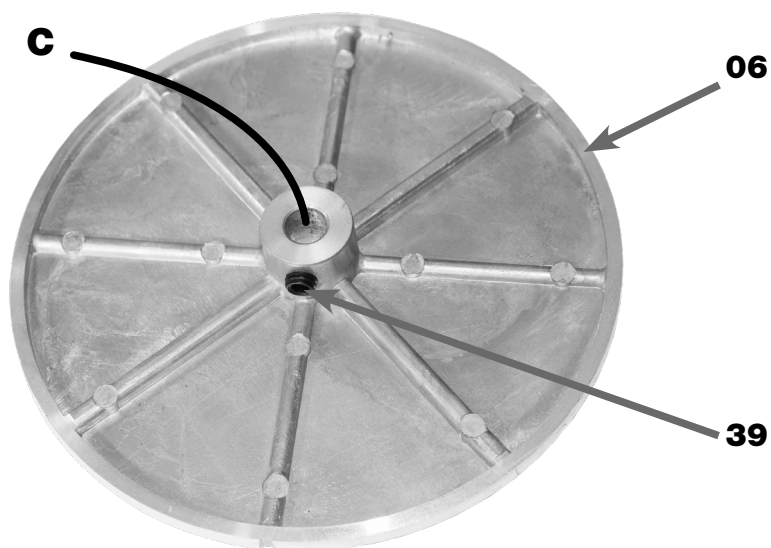

Figura 16B - Disco da Lixa
7. ENCAIXAR o Disco da Lixa (06) pelo furo do Cubo Traseiro **C** (figura 16B) no Eixo do Rolo Motor (17) (figura 17);
8. APERTAR o Parafuso de Fixação (39) (figura 16B) sobre o rebaixo existente na ponta do Eixo do Rolo Motor (17) utilizando a Chave Allen 4 mm (32) através do Furo **F**, de acordo com a figura 18;